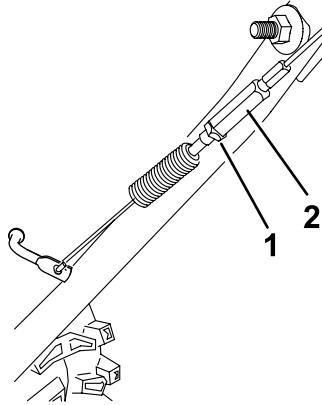

Bild 37
5. Lösen Sie die Klemmmutter (Bild 37).
6. Lösen oder ziehen Sie die Spannschraube an, um die Kabelspannung einzustellen (Bild 37).